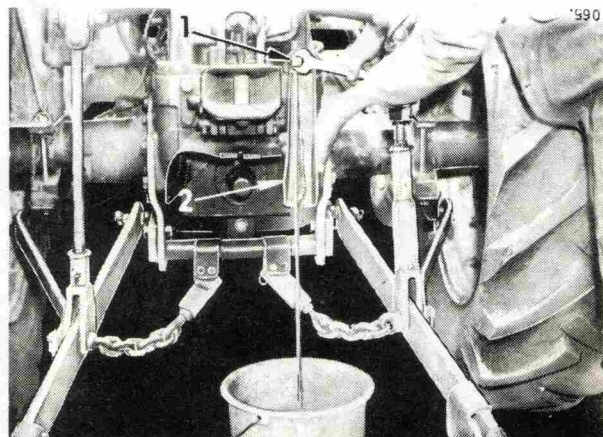

Fig. 70
- Enlever le bouchon de vidange (1, Fig. 70) et laisser l'huile s'écouler dans un récipient. Si l'huile doit être réutilisée, il est préférable de placer une goulotte (2, Fig. 70) sous l'orifice de vidange pour éviter toute pollution.